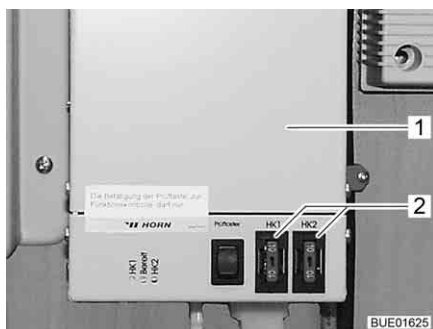

Bild 178 Regulator för avloppsledningarnas värmesystem
Säkringarna finns på regulatorm (Bild 178,1).
- Byt säkring (Bild 178,2).